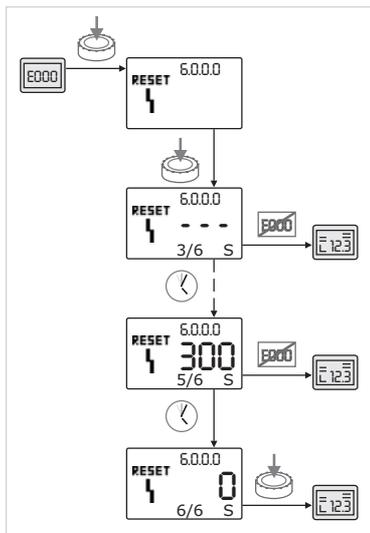

Fig. 53: Confirmar o tipo de avaria C
- Se ocorrerem avarias do tipo C, confirmar da seguinte forma (Fig. 53):